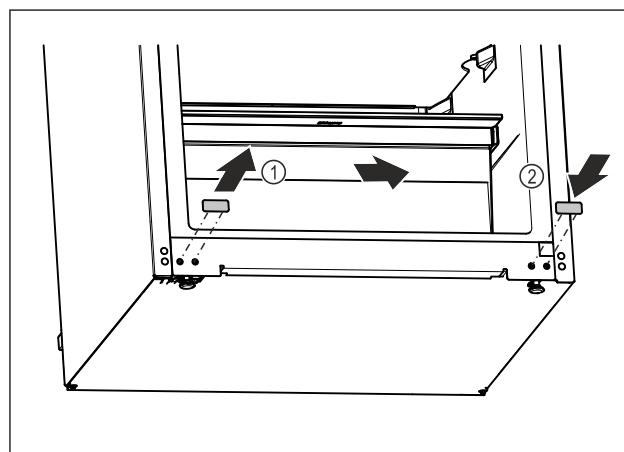

Fig. 12
- Издърпайте покриваща тапа. Fig. 12 (1)
- Поставете покриваща тапа от другата страна. Fig. 12 (2)